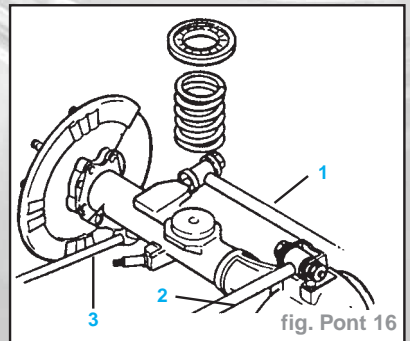

fig. Pont 16
- Déposer les bras stabilisateurs (2) de l'essieu.
- Déposer les amortisseurs (3) de l'essieu.
- Déposer les ressorts avec supports en caoutchouc (fig. Pont 16).
- Déposer le bras oscillant transversal (1) de l'essieu (fig. Pont 16).
- Décrocher les câbles de capteur ABS du bras oscillant central (2).
- Déposer les bras oscillants tubulaires (3) de l'essieu.